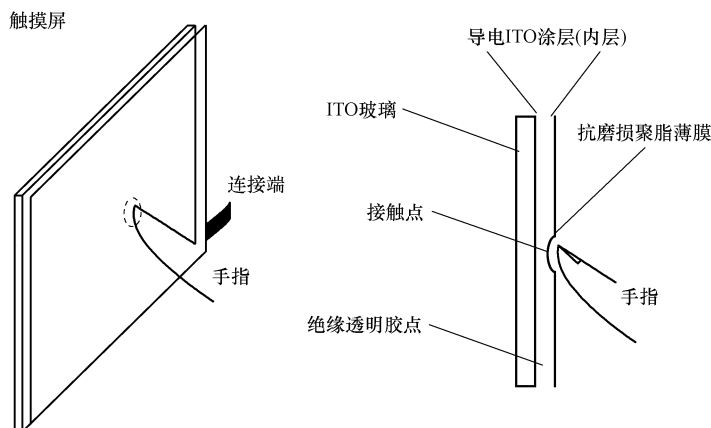

图 4-43 电容感应式触摸屏的结构原理图
2) 电容感应式触摸屏。如图 4-43 所示，为电容感应式触摸屏的结构原理图。